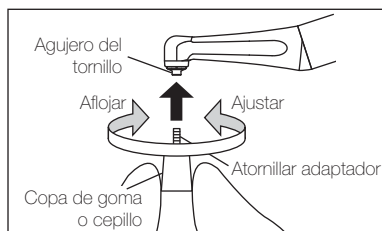

Fig. 2
- 2) Girar en el sentido de las agujas del reloj para ajustar el adaptador de tornillo. (Fig. 2)